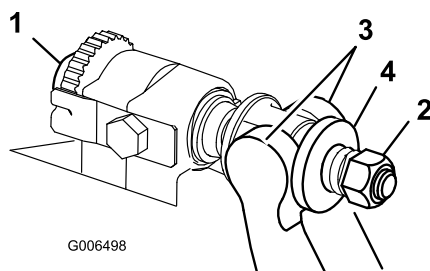

Figura 29
1. Ruotate le viti di regolazione della barra di appoggio in senso antiorario per allontanare la controlama dal cilindro (Figura 29).
2. Allentate il dado di tensione della molla, finché la rondella non sarà più in tensione contro la barra di appoggio (Figura 29).